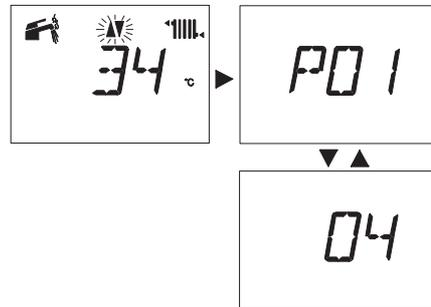

Рис. 8
- 3 Нажмите и удерживайте в течение 10 секунд кнопку сброса 14 Рис. 5, пока на ЖК-дисплее не появится параметр **P01** (**P01** чередуется с **04**) (Рис. 8).